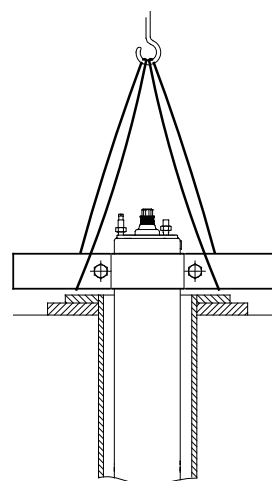

Fig. 20 Motor na posição vertical
2. Coloque o motor na posição vertical na selagem do furo. Consulte a fig. 20.